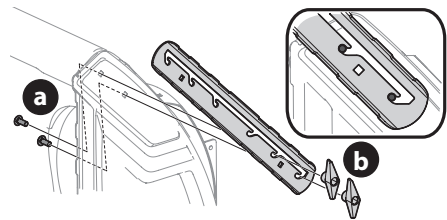

Figure 48
1. Desserrez les boulons de carrosserie (a) et les écrous papillon (b) qui fixent chaque barre de coupe. Voir Figure 48.